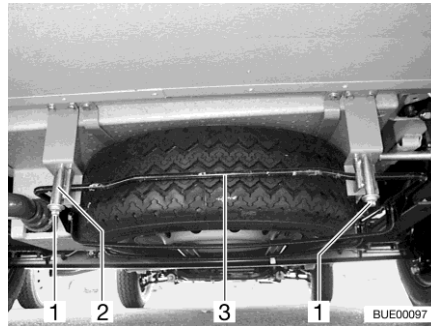

Fig. 202 Supporto per la ruota di scorta (cestino di alloggiamento)
- Allentare i dadi (Fig. 202,1) sul gancio destro e sinistro (Fig. 202,2) del supporto per la ruota di scorta.
- Premer leggermente la staffa (Fig. 202,3) verso l'alto. Contemporaneamente spingere il gancio verso il basso e sganciare la staffa.